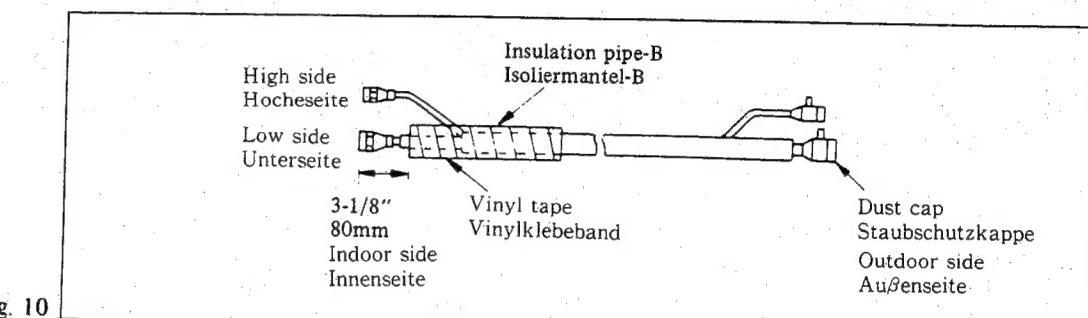

Fig. 10
(1) Cover the indoor side of the refrigerating pipes with the insulation pipe-B which is belonged to the unit and then wind the vinyl tape (which is in the pipe set) on it as shown in Fig. 10.
(1) Die Innenseite der Kältemittelleitungen ist mit dem Isoliermantel zu bedecken und mit dem Vinylklebeband (in Leitungssatz enthalten) zu befestigen. Vgl. Abb. 10.